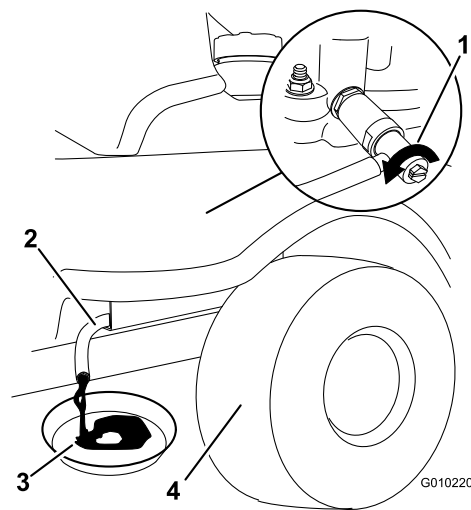

Figura 36
- Coloque un recipiente debajo del tubo de vaciado. Abra la válvula de vaciado para que se drene el aceite (Figura 36).
- Retire el tubo de vaciado (Figura 36).